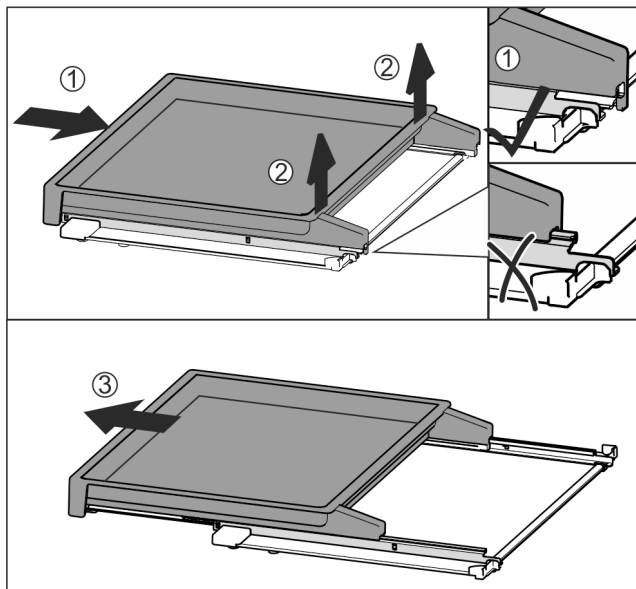

Fig. 133
- Úplne zasunúte vyťahovaciu poličku Fig. 133 (1).
- Uvoľnite západku na zadnej strane Fig. 133 (2).
- Vyberte vyťahovaciu poličku smerom dopredu Fig. 133 (3).